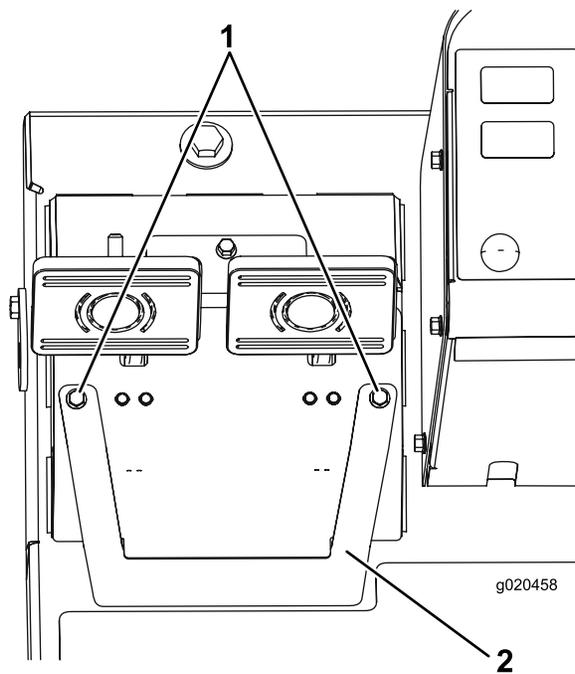

Рисунок 67
- A. Ослабьте 2 крепежных винта и снимите крышку регулировки тормоза (Рисунок 67).